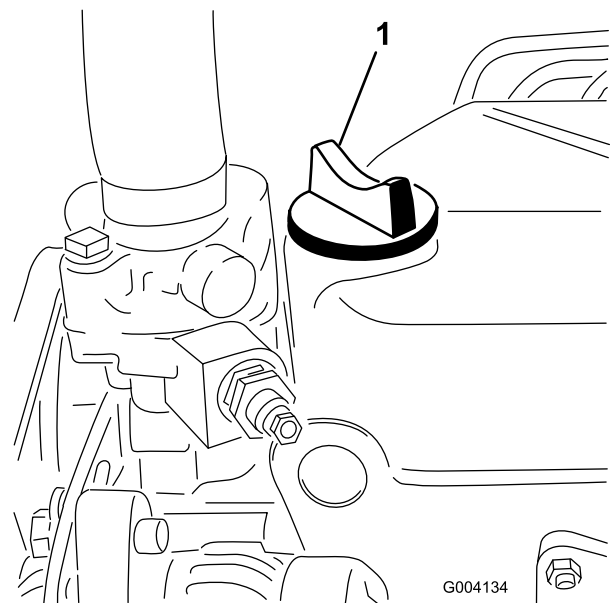

Bild 27
5. Wenn der Ölstand unter der Voll-Markierung liegt, nehmen Sie den Fülldeckel ab (Bild 27) und gießen Sie genug Öl ein, um den Ölstand bis zur Voll-Markierung anzuheben. **Füllen Sie nicht zu viel ein.**